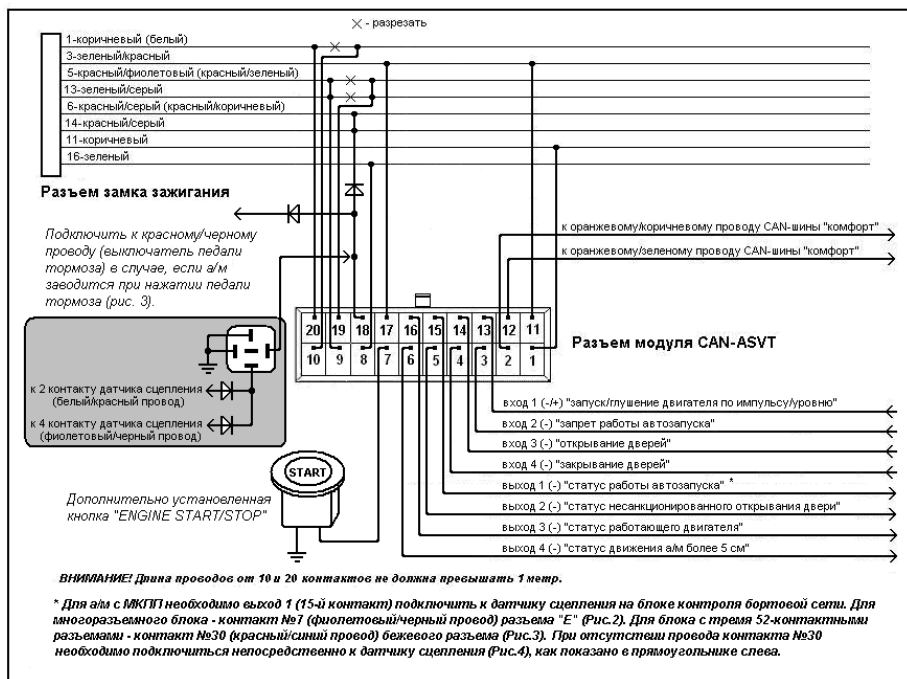

Рис. 1. Схема подключения модуля CAN-ASVT на VW Passat B6 / B7 / CC
4. Скоммутируйте провода разъема модуля согласно схемы подключения (Рис.1).